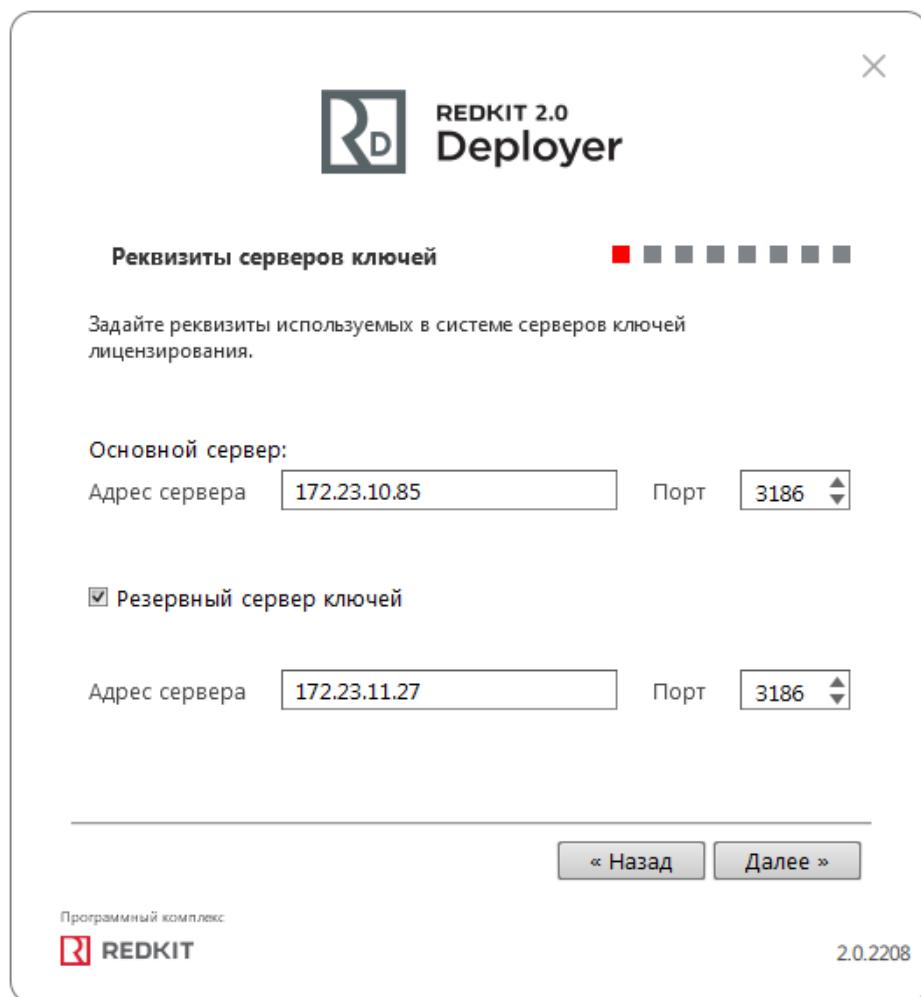

Рисунок 36 - Реквизиты серверов ключей
4. Укажите реквизиты основного и резервного серверов ключей. Порт оставьте по умолчанию. Нажмите **Далее** (Рисунок 36).